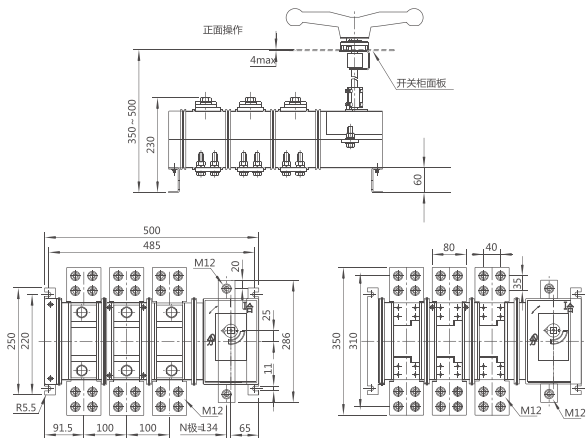

图4 HH15-1250、1600/QA外形及尺寸
6.1.4 HH15-1250、1600/QA外形及安装尺寸 (见图4)